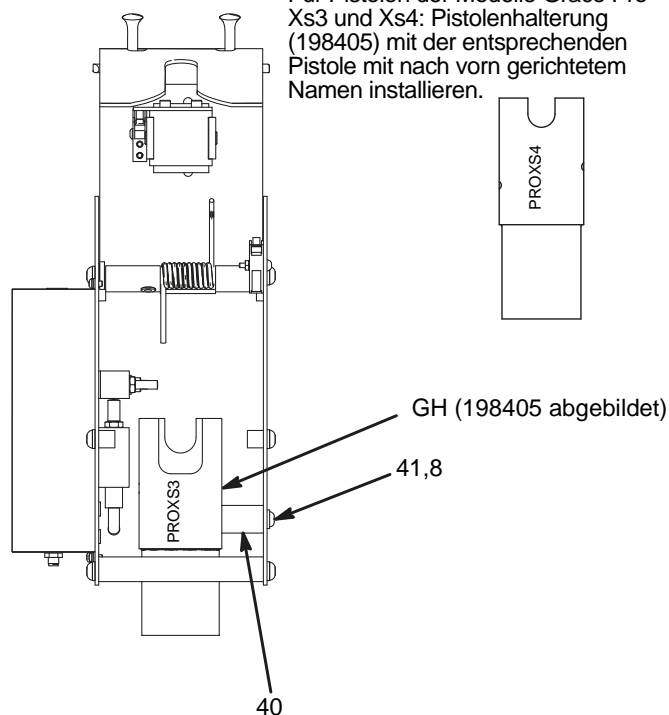
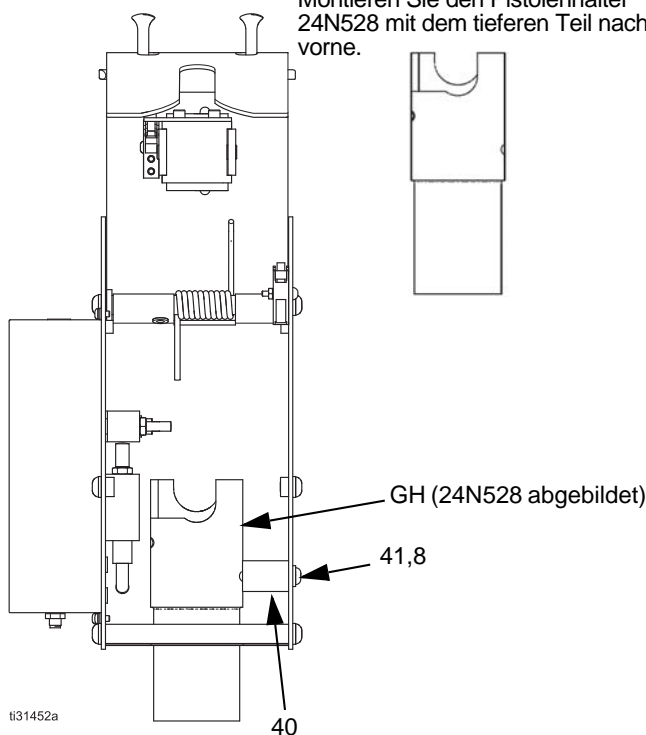

ABB. 4: Installation der Pistolenhalterung (Pistolen Pro Xs3 und Xs4)
ABB. 5: Installation der Pistolenhalterung (Pistole Pro Xp 60 kV)
2. Die zwei Schrauben und Unterlegscheiben (41, 8) entfernen, die die Befestigungshalterung (40) an der rechten Seite der Pistolen-Spülbox hält. Siehe ABB. 4 oder ABB. 5.
3. Pistolenhalterung (GH) installieren, indem die Befestigungslöcher mit den Löchern der Befestigungshalterung (40) und der Seite der Pistolen-Spülbox ausgerichtet werden. Unter Verwendung der Schrauben und Unterlegscheiben (41, 8) anbringen.